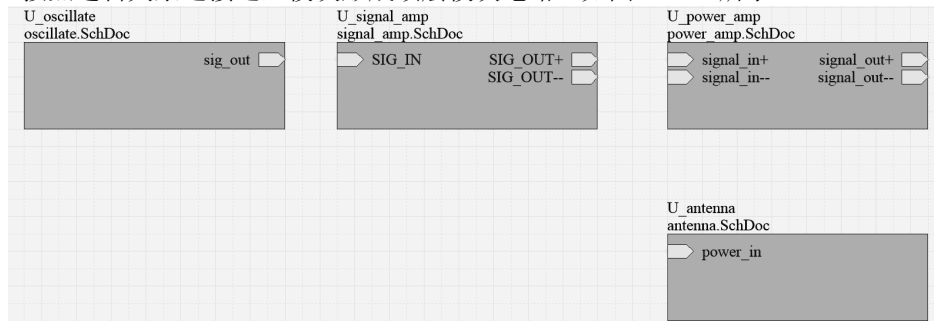

图 5-2-19 生成各功能电路的模块
(3) 按照 (2) 所述的方法依次生成 signal_amp、power_amp 和 antenna 模块，并将其放置在 TopSch 原理图中，如图 5-2-19 所示。模块中显示了对应原理图中的所有端口。